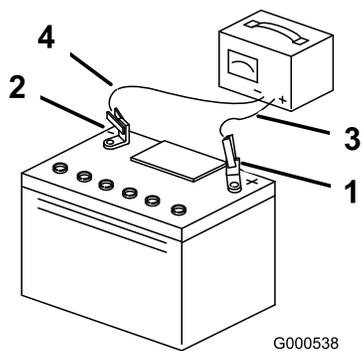

Figura 54
- Cuando la batería esté completamente cargada, desconecte el cargador de la toma de electricidad, luego desconecte los cables del cargador de los bornes de la batería (Figura 54).